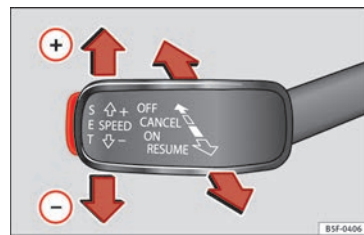

Fig. 48 À esquerda da coluna de direção: terceira alavanca para o utilização do GRA.
- Ligar o GRA: coloque o terceiro manípulo **ON** »» Fig. 48. O sistema acende-se, mas não regula por não ter qualquer velocidade programada.
- Ativar o GRA: pressione o botão **SET** »» Fig. 48. Memoriza e regula velocidade atual.
- Desligar o GRA temporariamente: mova o manípulo até **CANCEL** »» Fig. 48 e solte-o ou pise o travão. A regulação é desativada temporariamente.
- Ligar novamente o GRA: mova o manípulo até **RESUME** »» Fig. 48 e solte-o. A velocidade memorizada é guardada e regulada novamente.
- Desligar o GRA: mova a terceira alavanca até à posição **OFF** »» Fig. 48. Desliga-se o sistema e a velocidade memorizada apaga-se.